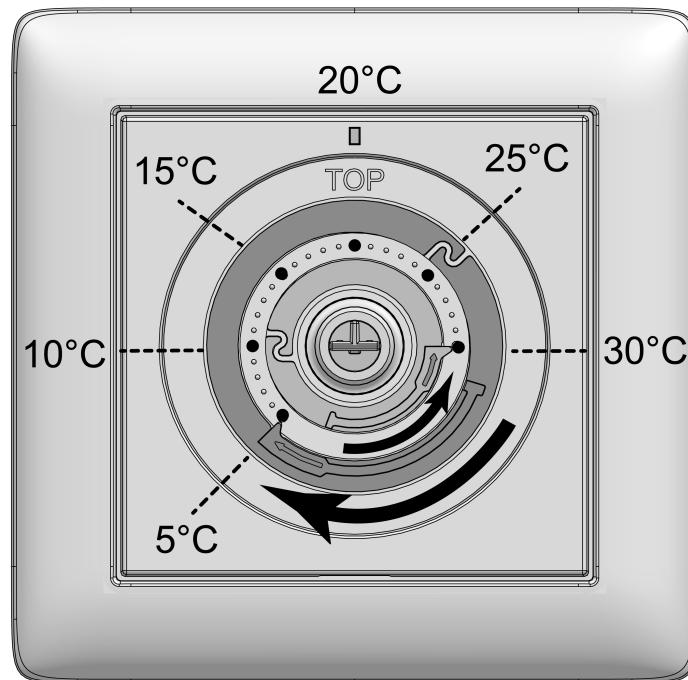

рисунок 4: Установочные кольца для ограничения температуры
В среднем положении прибор регулирует заданную температуру до ок. 20 °C. Достигнутая температура помещения зависит от места монтажа прибора и условий эксплуатации. Минимальная заданная температура составляет ок. 5 °C, а максимальная заданная температура — ок. 30 °C (см. рисунок 4).
- Отожмите кнопку (5) управления на центральной плате (4), чтобы увидеть установочные кольца (7) (см. рисунок 4). Отображенные значения температуры на рисунке являются ориентировочными.